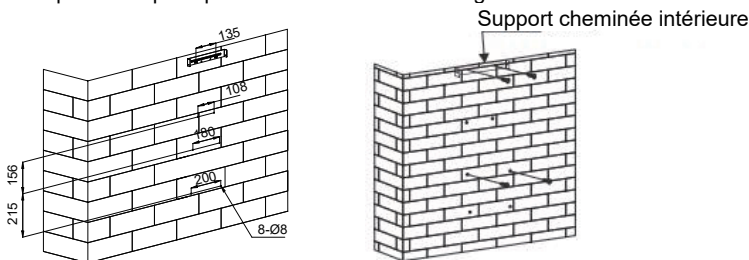

Fig. 2
3. Après avoir déterminé la hauteur de montage de la hotte, percez 8 trous $\varnothing 8$ aux endroits appropriés sur le mur et insérez des chevilles dans les trous pour fixer l'unité principale et le support de cheminée intérieur. Le support intérieur de la cheminée doit être placé au niveau le plus haut de la cheminée. Voir Fig. 2.
4. Une fois la hauteur d'installation confirmée, enfoncez 2 vis ST4 x 30 mm dans les chevilles. Fixez ensuite le support de cheminée intérieur à l'aide de 2 vis ST4*40 mm. Vérifiez que l'unité principale reste de niveau. Voir Fig. 2.